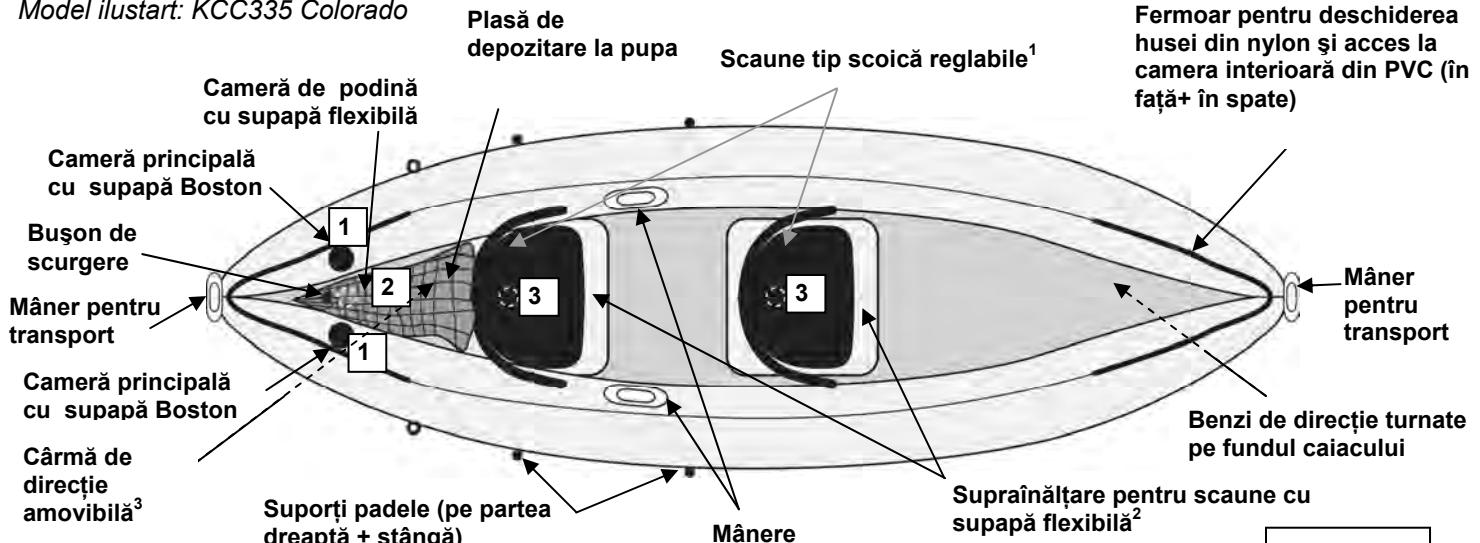

Figura 1
3. Umblați produsul conform ordinii de umflare prezentată pe placă de capacitate imprimată pe produs (vezi și figura 1, numerotarea supapei).